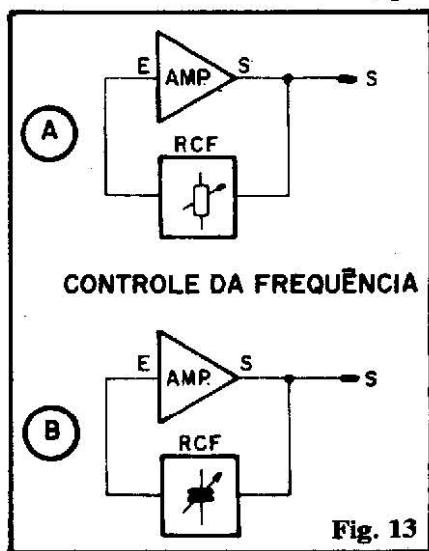

Fig. 13
- FIG. 13 - Conforme já estudamos, existem os resistores variáveis ou ajustáveis (potenciômetros, trim-pots...) bem como os capacitores variáveis. Assim (conforme sugerem os itens A e B da fig. 13) se utilizarmos, nas RCF tais componentes de valor "não fixo", po-